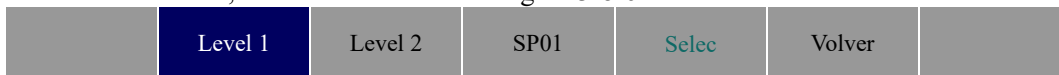
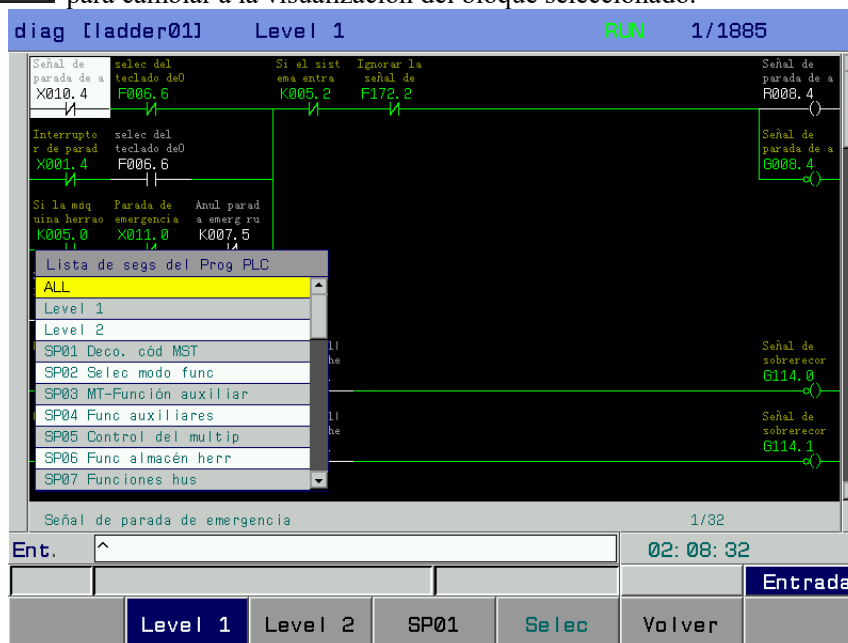

Figura 3-8-6
Figura 3-8-7
- 1) Entrar en la función de vista de escalera: Pulse la tecla  en el panel del sistema para entrar en la página de función de escalera, pulse la tecla programable "Vista de escalera" para entrar en la interfaz de vista de escalera y, a continuación, pulse la tecla programable "Vista de escalera" para mostrar las teclas de operación de la función, como se muestra en la Figura 3-8-6 a continuación.
- 2) Visualización de la selección del bloque de programa: las tres primeras teclas de función del diagrama de escalera mostrado en la Figura 3-8-6 pueden cambiar para mostrar tres páginas de visualización, que pueden mostrar un subprograma respectivamente. Pulse la tecla programable "selección de bloque de programa" en una de las páginas de visualización, la interfaz mostrará el botón de selección de bloque, como se muestra en la Figura 3-8-7 a continuación, mueva el cursor hacia arriba y hacia abajo hasta el bloque a visualizar y pulse